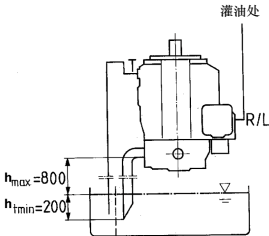

图 2
b) 如油箱的最低液面低于泵的法兰面：《R/L》口，《T》口和及可能包括《S》口必须用管道连接，如图 2 所示。此情况和 1.2 中所述的相同。